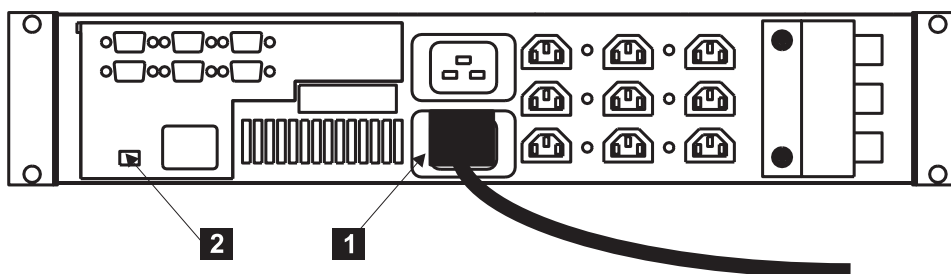

图 122. 安装不间断电源的电源线
9. 在不间断电源的背面，将不间断电源主电源线插入电源插座（图 122 中的 **1**）。